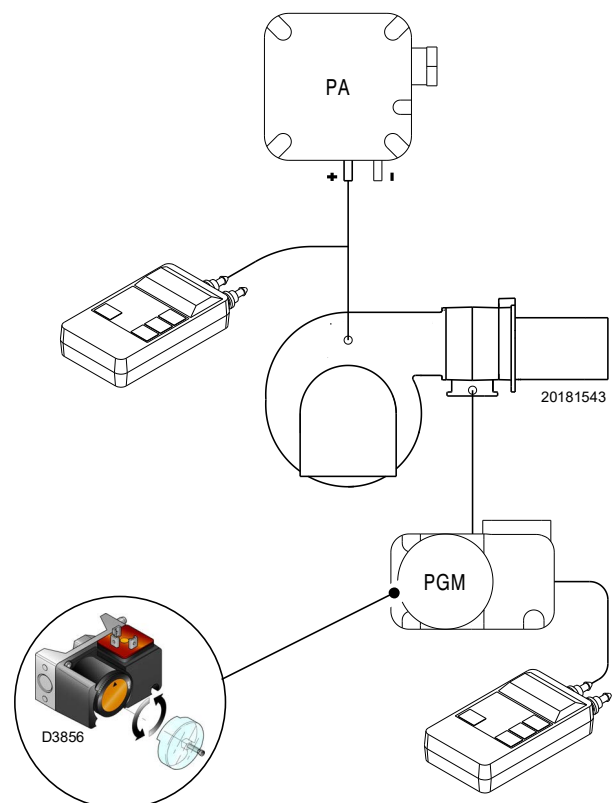

Abb. 30
- Regeln Sie den Maximal-Gasdruckwächter (Abb. 30 auf Seite 33) auf das Skalenende.
Die Einstellung des Maximal-Gasdruckwächters ausführen (Abb. 30), nachdem alle anderen Einstellungen des Brenners bei auf das Skalenende eingestellten Maximal-Gasdruckwächter vorgenommen wurden.